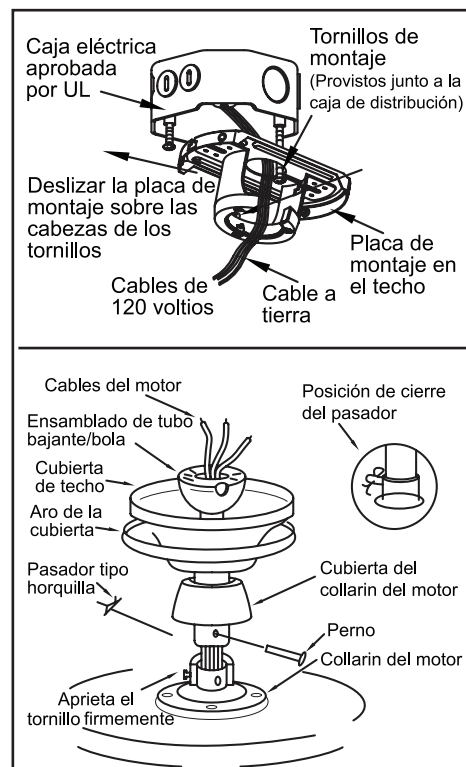

Figura 7
3. Inserta los cables que salen por la parte superior del motor del ventilador, a través de la cubierta decorativa del collarín del motor y luego por el aro de la cubierta. Asegúrate de que las ranuras están hacia arriba. Inserta los cables a través de la cubierta y luego a través del ensamblado del tubo bajante y la bola (Figura 7).
5. Alinea los orificios en la parte inferior del tubo bajante con los orificios en el collarín de la parte superior de la carcasa de motor (Figura 7). Con cuidado inserta el perno a
través de los orificios en el collarín y el tubo bajante. Evita apretarlo contra el cableado dentro del tubo bajante. Inserta el pasador tipo horquilla en el orificio cercano al extremo del perno hasta que quede encajado en su posición como se muestra en el círculo de la Figura 7.
1. Pasa los cables de suministro de 120 voltios a través del orificio central de la placa de montaje del techo como se muestra en la Figura 7.
2. Instala la placa de montaje del techo en la caja eléctrica deslizando la placa de montaje sobre los dos tornillos provistos con la caja eléctrica (Figura 7). Cuando uses un montaje cerca del techo, es importante que la placa de montaje esté nivelada. Si es necesario, usa arandelas niveladoras (no incluidas) entre el soporte de montaje y la caja eléctrica. Nota que el lado plano del soporte de montaje está hacia la caja eléctrica (Figura 7).